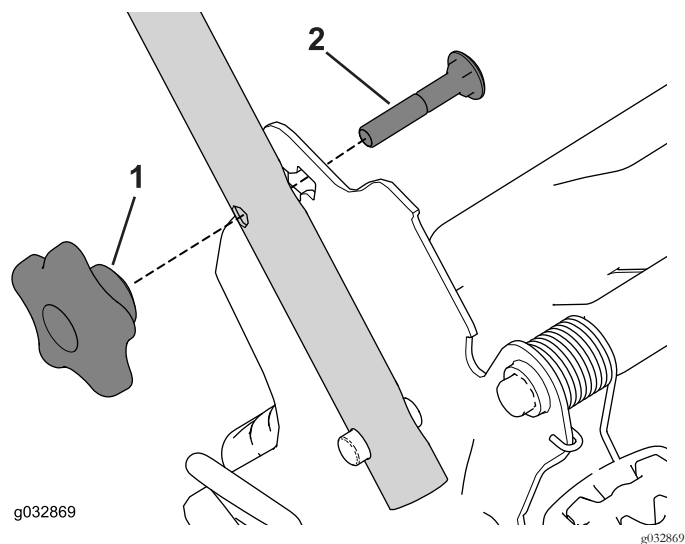

Figure 8
4. Insérez le boulon de carrosserie (la tête du boulon vers l'intérieur) dans le trou carré inférieur ou supérieur du support de guidon et dans le trou supérieur à l'extrémité du guidon (Figure 8).